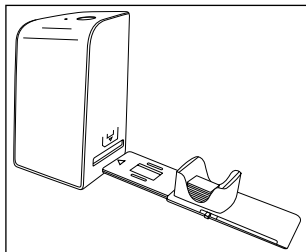

Abbildung 2
- ◆ Führen Sie das Dia-Magazin **6** mit dem Sichtfenster zuerst in den rechten Einschub **4** ein. Beachten Sie dabei, dass die Dreiecksmarkierung **voran** und **sichtbar** ist (siehe Abbildung 2).